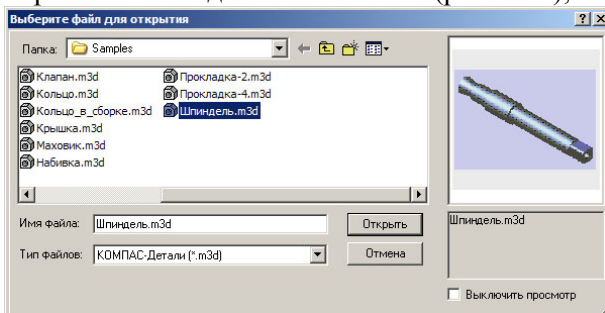

Рисунок 9.14 - Диалоговое окно "Выберите файл для открытия" при выборе модели детали "Шпиндель"
- клацніть мишею в діалоговому вікні "Выберите файл для открытия" по файлу "Шпиндель". Вміст обраного файлу з'явиться у вікні перегляду в правій частині діалогового вікна (рис. 9.14);